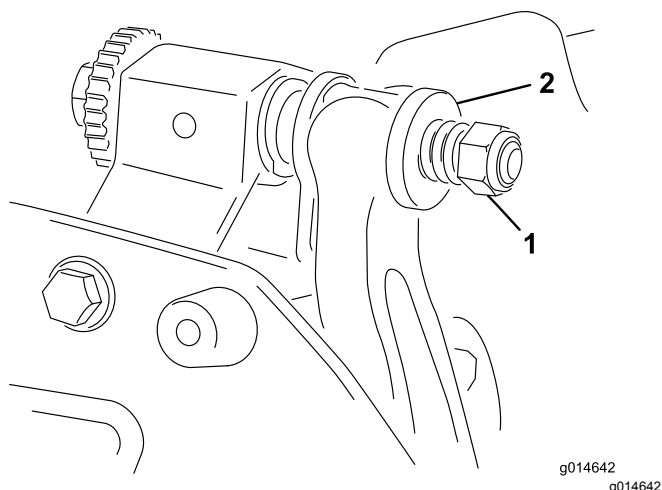

Bild 22
5. Ziehen Sie die Federspannungsmutter an, bis die Feder zusammengedrückt ist, drehen Sie sie dann eine 1/2 Umdrehung heraus (Bild 22).